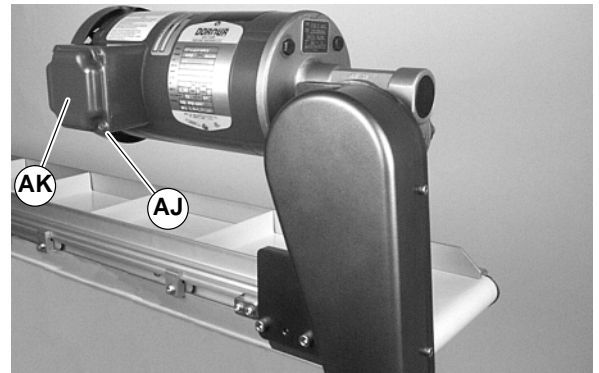

Abbildung 18
- a. Die Schrauben an dem Klemmenkasten (AJ siehe Abbildung 18) entfernen und Abdeckung (AK) abnehmen.